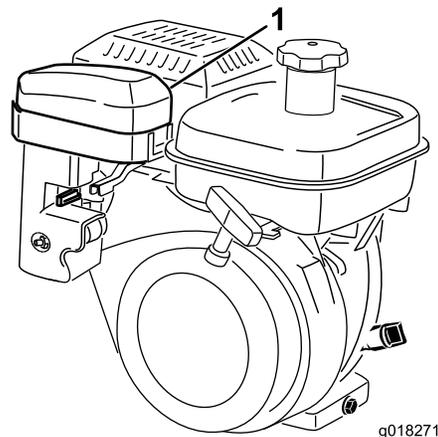
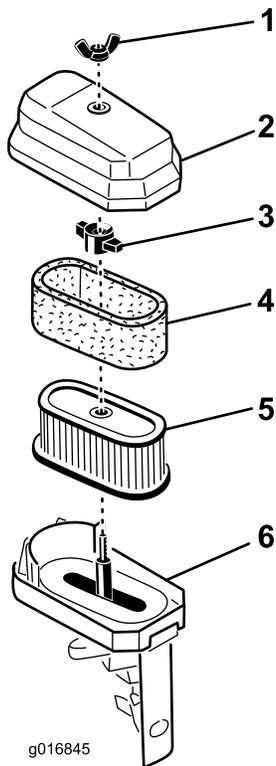

图36
图37
2. 拧掉将空气滤清器盖固定到空气滤清器上的蝶型螺帽然后取下滤清器盖。彻底清洁滤清器盖图36和图37。
3. 如果泡沫滤芯变脏请将其从纸质滤芯中取出图37。彻底清洁泡沫滤芯。